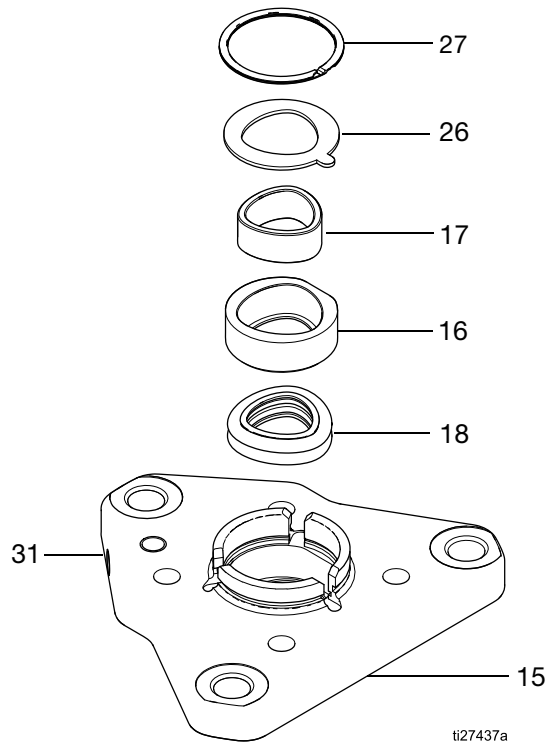
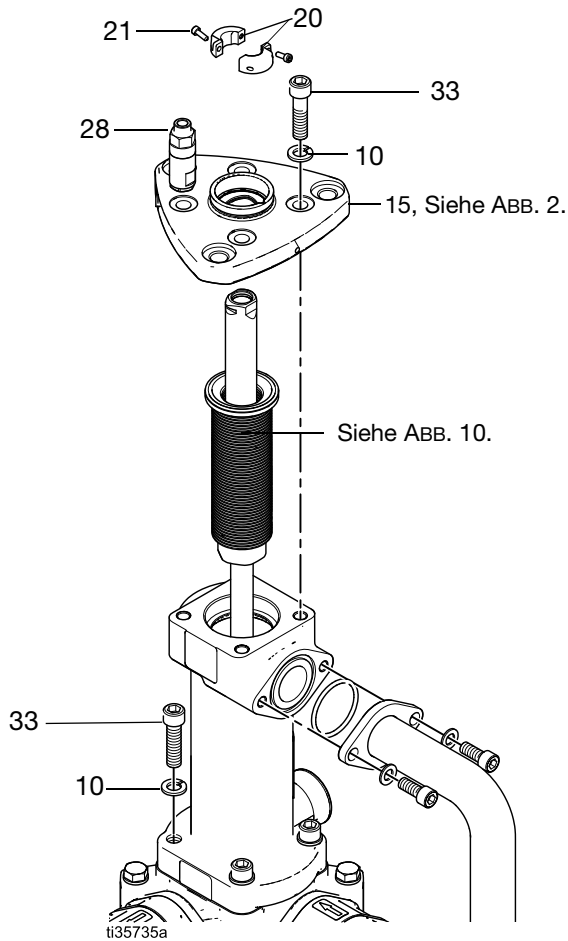

ABB. 2. Deckplattenbaugruppe
ABB. 8. Faltenbalgabschnitt demontieren oder zusammenbauen
1. Schrauben (21) herausschrauben und den Klemmkragen (20) entfernen.
2. Die vier Kopfschrauben (33) und Sicherungsringe (10) von der Deckplatte (15) entfernen.
3. Vorsichtig die Deckplatte (15) der Faltenbalgkammer (13) abheben. Die Deckplatte (15) eben halten.
HINWEIS: Siehe ABB. 2, Seite 8. Haltering (27), Sicherungsscheibe (26), Lagergehäuse (16), Lager (17) und Stützdichtung (18) befinden sich in der Deckplatte und werden mit der Deckplatte (29) abgezogen.
4. Bei einem Ausfall des Faltenbalgs ist auch das Entlüftungsventil (28) von der Deckplatte zu entfernen. Verstopfungen durch Farbe im Materialweg entfernen.
Siehe ABB. 2, Seite 8.
1. Die Deckplattenbaugruppe (15) (siehe ABB. 2, Seite 8) über die Faltenbalgbaugruppe (14) einbauen, und dabei die Formen von Faltenbalgmuffe (22) und Stützdichtung (18) ausrichten. Um die gewünschte Ausrichtung zu erhalten, in Schritten von 90° drehen und dabei die Schrauben ausrichten.
2. Das untere Gehäuse (8) in einen Schraubstock einspannen.
3. Schrauben (21) herausschrauben und den Klemmkragen (20) entfernen.
4. Die vier Kopfschrauben (33) und Sicherungsringe (10) von der Deckplatte (15) entfernen. So kann die Faltenbalgbaugruppe mit der Deckplattenbaugruppe drehen. Siehe ABB. 8, Seite 12.
5. Vorsichtig die Deckplattenbaugruppe (15) von der Faltenbalgkammer (13) abheben. Die Deckplatte (15) bei Ausbau waagrecht halten.
HINWEIS: Siehe ABB. 2, Seite 8. Haltering (27), Sicherungsscheibe (26), Lagergehäuse (16), Lager (17) und Stützdichtung (18) befinden sich in der Deckplatte und werden mit der Deckplatte (15) abgezogen.
6. Haltering (27), Sicherungsscheibe (26), Lagergehäuse (16), Lager (17) und Sicherungsring (18) vorsichtig von der oberen Platte (15) abnehmen. Siehe ABB. 2, Seite 8.